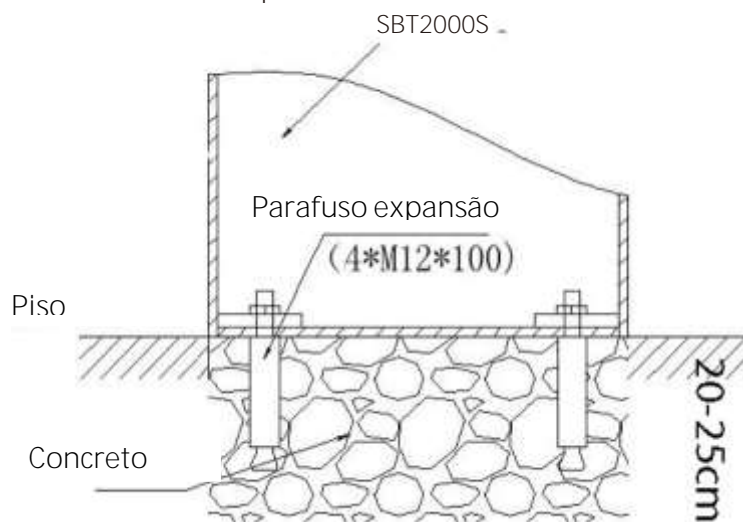

Figura 4-2
3. Faça os furos de $\Phi 14$ e insira parafusos de fixação M12 ou parafusos de expansão. Conforme mostrado na Figura 4-2.